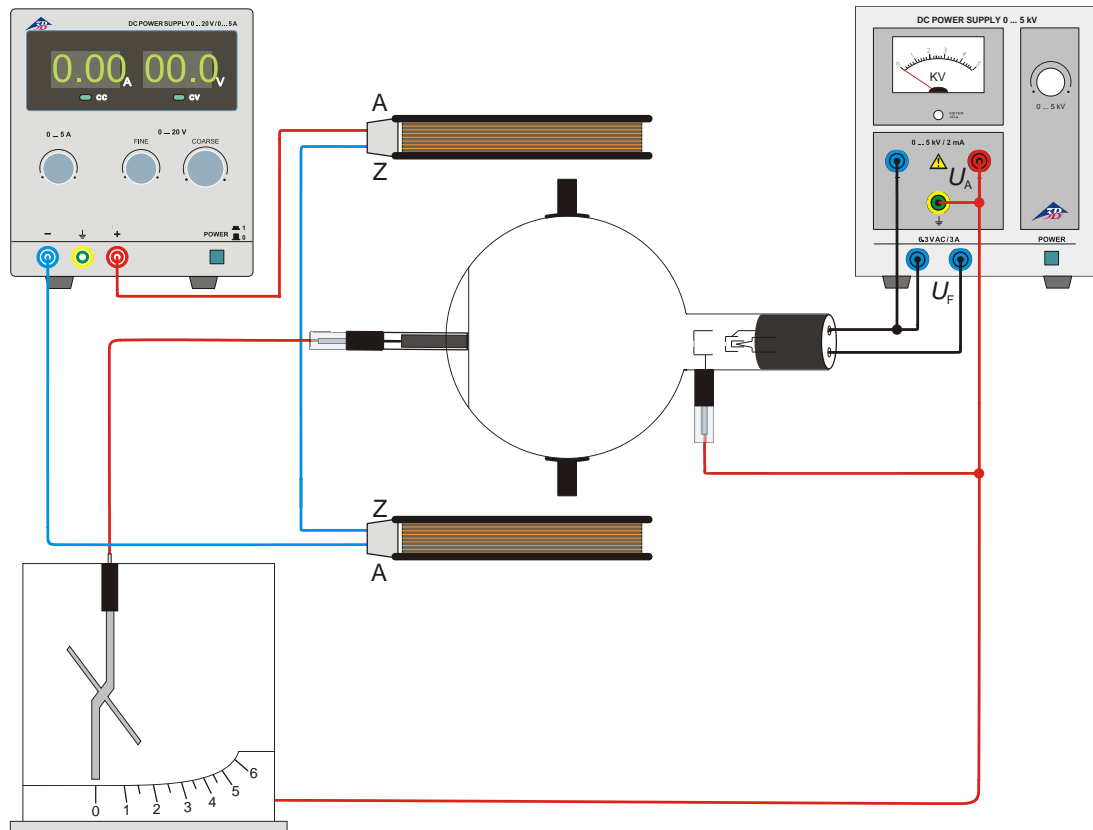

Fig. 1 Comprobación de la naturaleza corpuscular de los rayos catódicos y determinación de su polaridad
- Realice el cableado se acuerdo con la fig. 1.